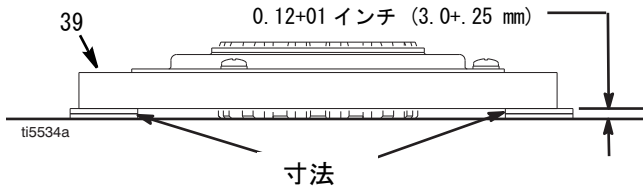

図. 8
1. 図. 8. 滑らかなベンチ表面上にある2個のダイムのスタック2個を合わせます。
2. アーマチュア (39) を2個のスタックに合わせます。